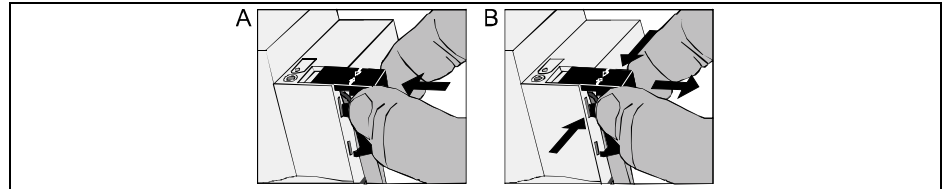

Figura 7: Tapa cobertera
- Deslizar la tapa cobertera sobre el borne de bus (figura 7, A) hasta que enclave perceptiblemente.
- Apretar en los lados la tapa cobertera y retirarla (figura 7, B).